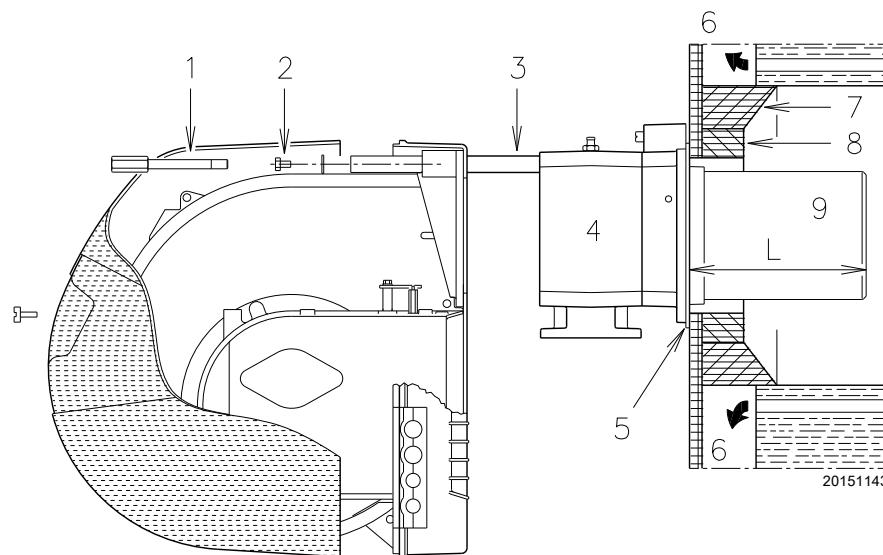

图 14
燃烧筒的长度 12) (图 14) 必须符合锅炉制造商的要求，并且在任何情况下都应长于锅炉炉门安装炉补后的厚度。
对于带前烟道 15)(图 14) 或回焰式炉膛的锅炉，必须在锅炉炉补 14) 和烟道 12) 间插入炉补材料 13) 进行保护。
完成此操作 (如需要) 后，安装管路接口 4 (图 7) 到锅炉钢板，并在二者之间插入随附的隔热垫 5 (图 14)。
将燃烧头与燃烧器的其余部分分开，如图 14 所示。
- 连接探针和电极电缆，然后将燃烧器推至管路接口处 (图 14)；